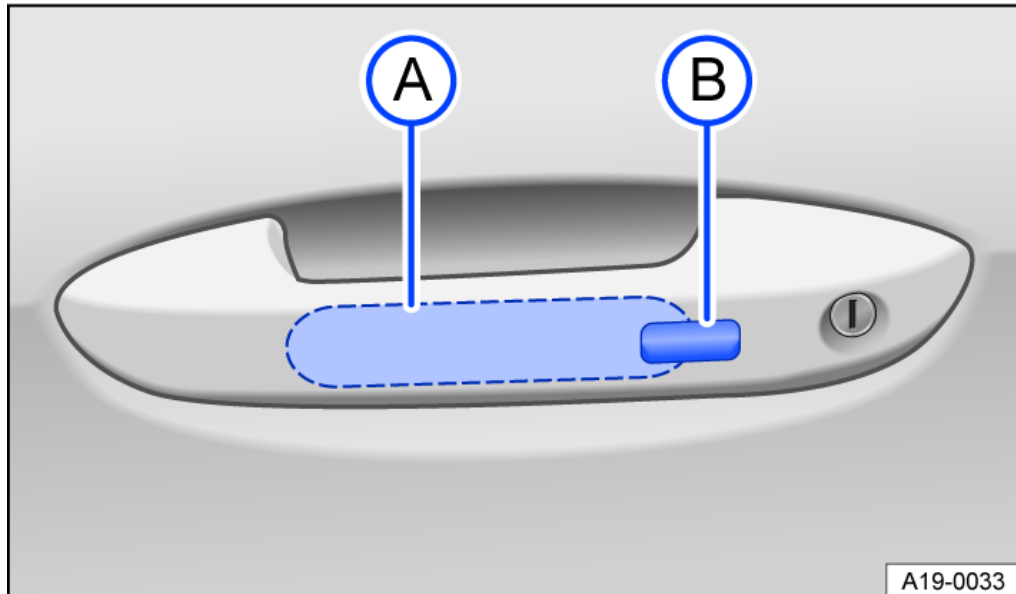

Abb. 1 Im Türgriff: Sensorflächen.
— Sensorfläche → *Abb. 1* (A) an der Innenseite des Türgriffs berühren. Alle Blinkleuchten blinken *zweimal*.
— Sensorfläche → *Abb. 1*  an der Außenseite des Türgriffs berühren. Alle Blinkleuchten blinken *einmal*.